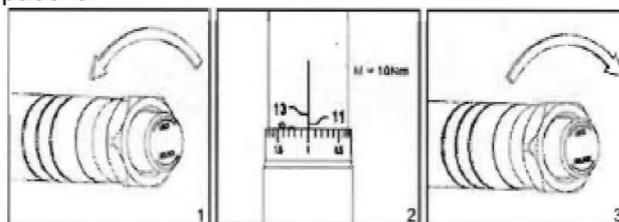

Рис.3
- 4.2.4. Перед началом работы с ключом серии 34*23 необходимо произвести настройку ключа (Рис.3):